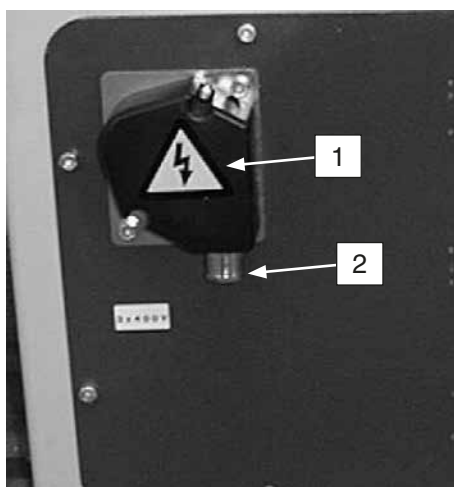

Fig.2
- Neem het paneel (fig.2,1) weg dat zich onder het bedieningspaneel bevindt en voer de aansluitkabel door de kabelklem (2)